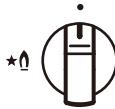

Fig.11
- Pour allumer la plaque, appuyez sur la manette approprié et tourner dans le sens inverse des aiguilles d'une montre jusqu'au symbole grande flamme (fig. 11).